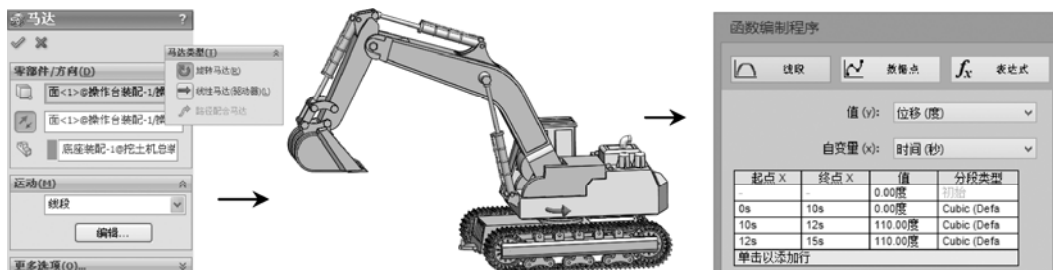

图 8-19 添加旋转马达并定义马达线段操作
STEP 2 单击操控面板工具栏中的“马达”按钮, 选择操作台底部的圆柱面作为马达位置, 选择“底座装配”为马达“要相对移动的零部件”, 如图 8-19 左侧两图所示, 然后在“运动”卷展栏的下拉列表框中选择“线段”下拉列表项, 在打开的“函数编辑程序”对话框中输入图 8-19 右图所示数据, 添加一旋转马达。